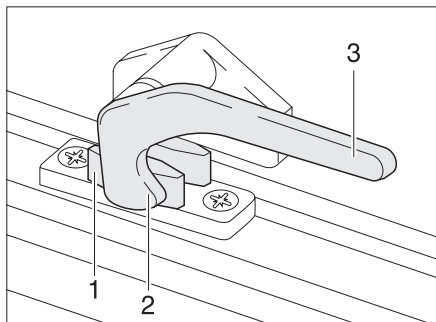

Fig. 23 Leva di serraggio in posizione "chiuso"
- ▶ Ruotare la leva di serraggio (Fig. 23,3) di un quarto di giro verso il centro della finestra.
- ▶ Ruotare la leva di serraggio (Fig. 23,3) di un quarto di giro verso il telaio della finestra. Il nasello di chiusura (Fig. 23,2) si trova sul lato interno della chiusura della finestra (Fig. 23,1).
- In posizione "Completamente chiusa" (Fig. 23)